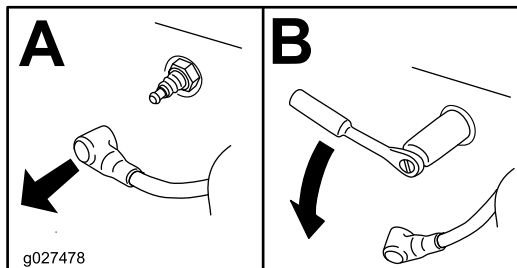

Figure 65
4. Déposez la bougie (Figure 65).